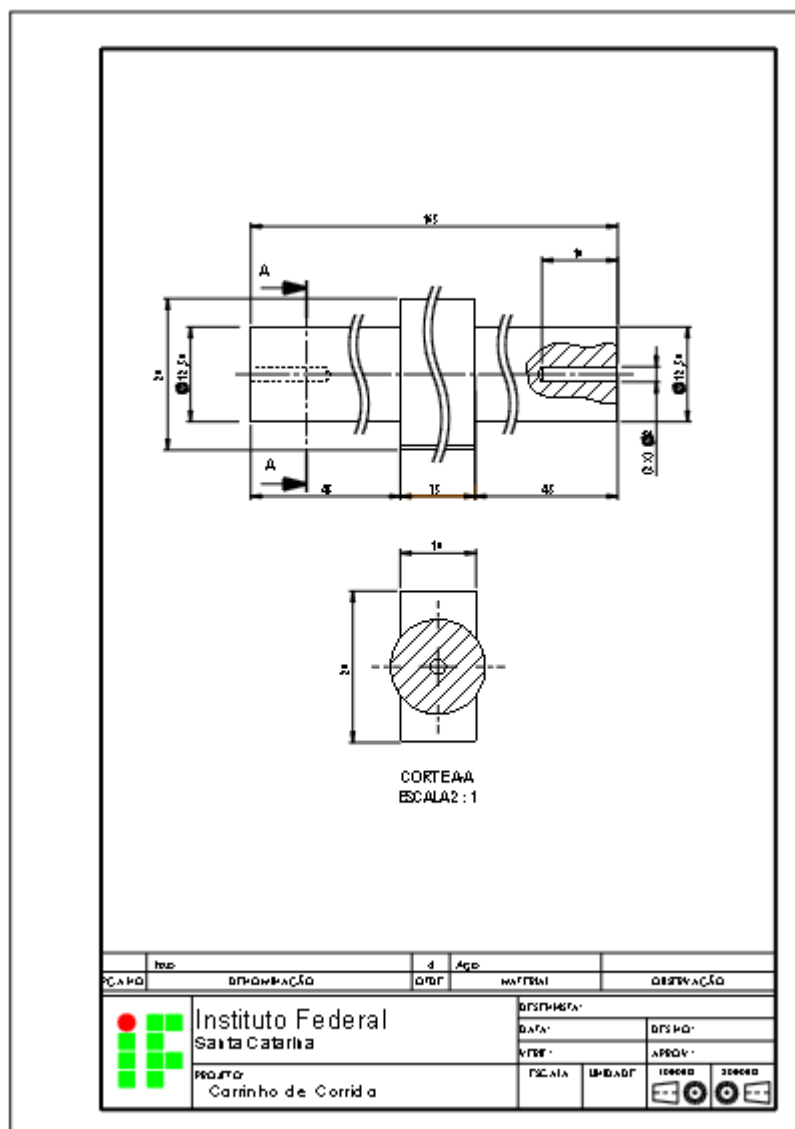

Figura 4.1 - Detalhamento do eixo.
3.14. Com a opção da **Dimensão inteligente**, inclua outras medidas na vista em corte. Utilize a Figura 4.1 como referência.